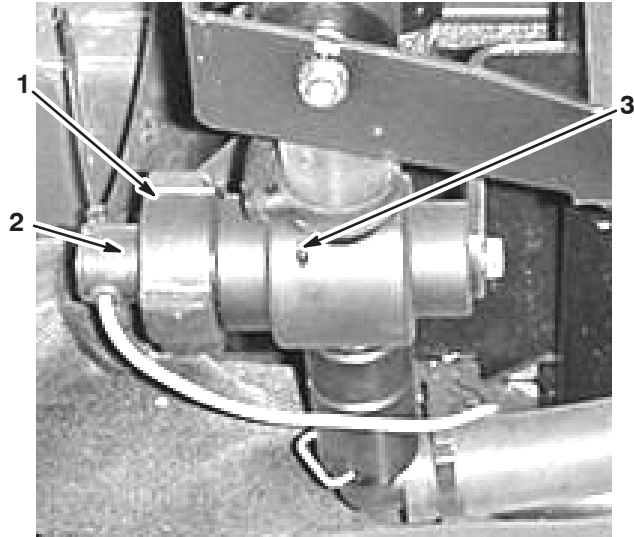

Bild 59
1. Entfernen Sie die Befestigungskappe vom Gehäuse des Durchflussmessers (Bild 59).